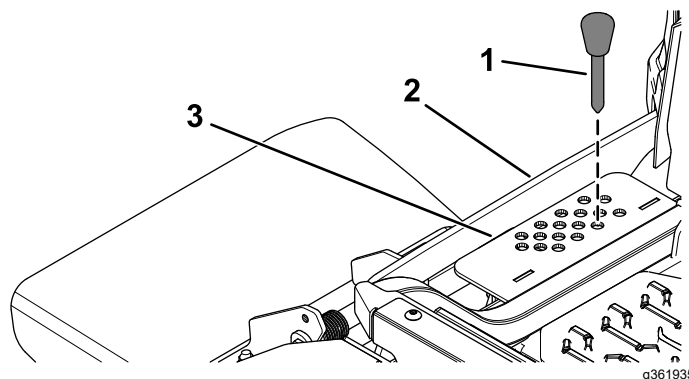

Figura 32
corte apenas toque el pasador de altura de corte (Figura 32).
2. Seleccione el taladro del soporte de altura de corte que corresponde a la altura de corte deseada, e inserte el pasador (Figura 32).